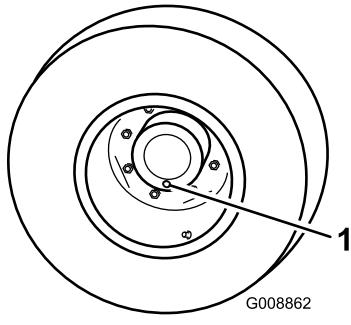

図 74
- 平らな場所で、ホイールの点検/ドレンプラグ（図 74）が一番低い位置に来るよう停止させる。